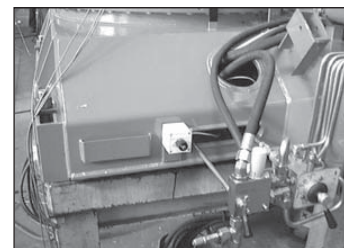

fig. 2
- Collegare tramite cavo la pulsantiera del radiocomando al connettore fisso posto sul basamento della gru (fig. 2)